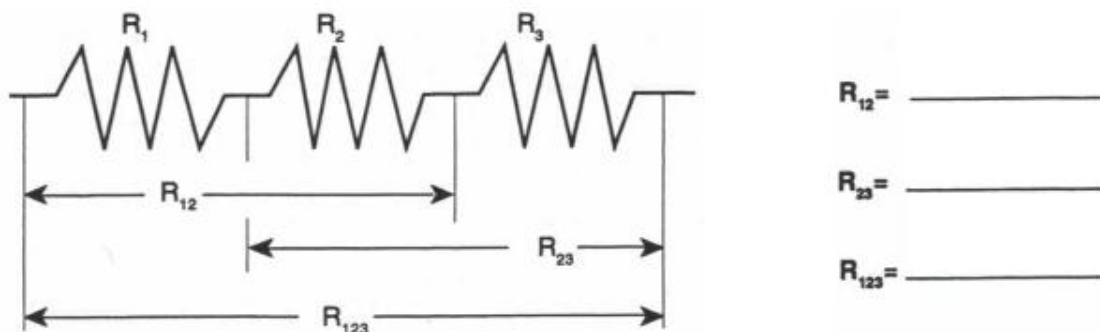

Figura 21: Diagrama de resistencias en serie.
4. Conecte las tres resistencias en serie, como muestra la figura 21. Mida las resistencias equivalentes en las combinaciones que se indican en el diagrama, conectando el multímetro entre los extremos de las flechas descritas en la figura 21. ¿Qué observas?